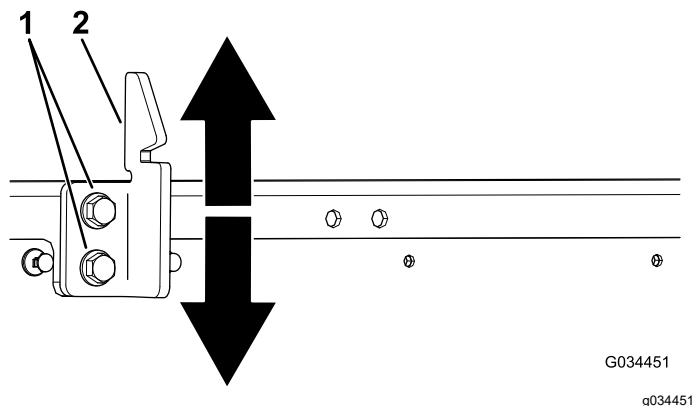

Figura 68
3. Afloje los 2 pernos en el cerradero del cierre de la plataforma y desplácelo hacia arriba o hacia abajo, en función de si está demasiado alto o bajo (Figura 68).
4. Apriete los 2 pernos del cerradero del cierre de la plataforma (Figura 68).